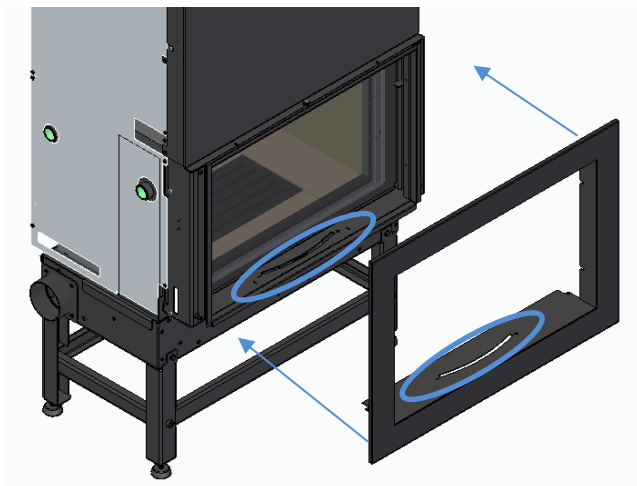

Figure 46
- b) Placez le cadre sur l'équipement comme illustré à la Figure 46. Dans le cas des modèles Trevi Eco 700 et 850, assurez-vous que les canaux coïncident sur la partie intérieure inférieure afin de pouvoir régler l'entrée d'air sans difficulté.